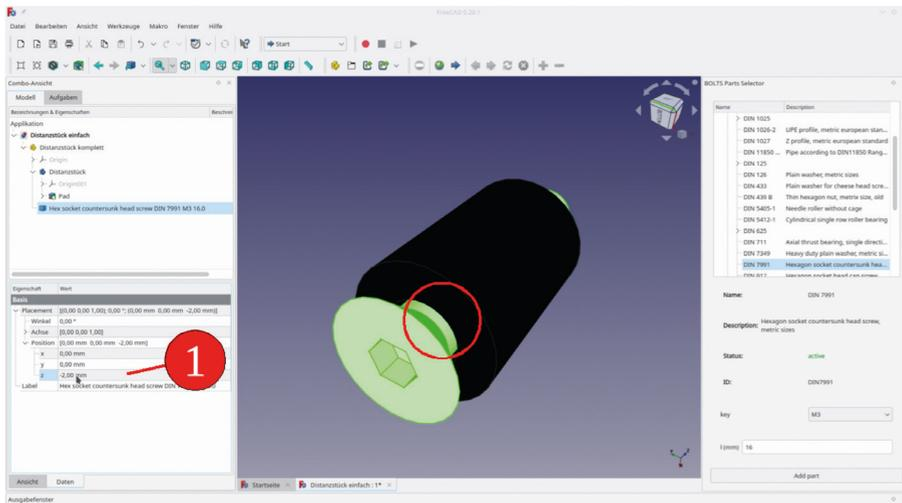

Bild 4-13
- Die Position der Schraube ist noch unbefriedigend. Wenn man häufig mit 2 mm starkem Blech arbeitet, durch das die Schraube gesteckt wird, kann man sie gleich auf die richtige Position setzen. In diesem einfachen Fall gelingt das noch ohne die Festlegung von Beziehungen. Wir klicken einfach auf den Z-Parameter und rollen die Schraube mit der Maus um 2 mm zurück, oder tippen den Wert direkt in das zugehörige Eigenschaftsfeld ein (Bild 4-13)). Im Ergebnis steht die Schraube jetzt aus dem Distanzstück hervor. Sie benötigt keine besonders festgelegte Beziehung zum Distanzstück, da sie bei dessen Längenänderungen an ihrer Position bleibt (am Anfang des Distanzstückes, also dem Koordinatenursprung).